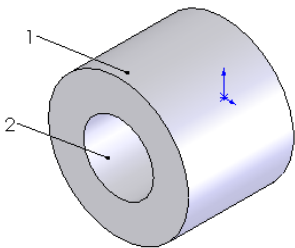
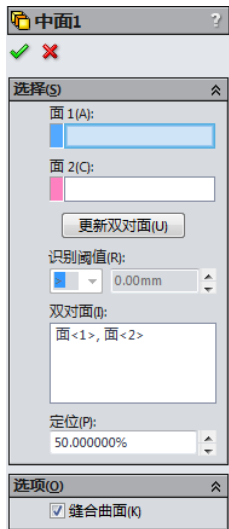

图 6-64 待生成中面的图形
图 6-65 “中间面”属性管理器
【例 6-20】下面以图 6-64 为例说明中面的操作步骤。
- 03 设置中面属性管理器。在属性管理器的“面 1”一栏中，选择图 6-64 中的面 1；在“面 2”一栏中，选择图 6-64 中的面 2；在“定位”一栏中，输入 50%。其他设置如图 6-65 所示。